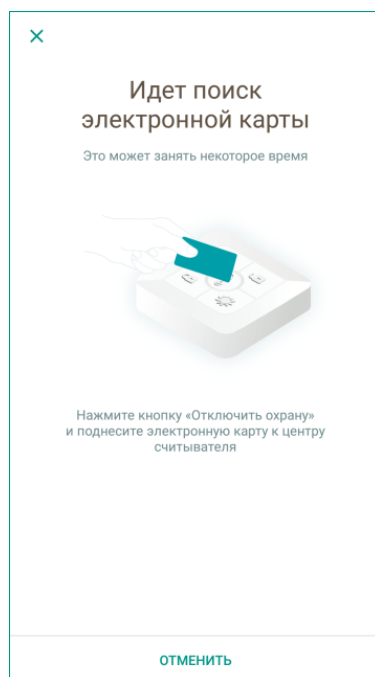
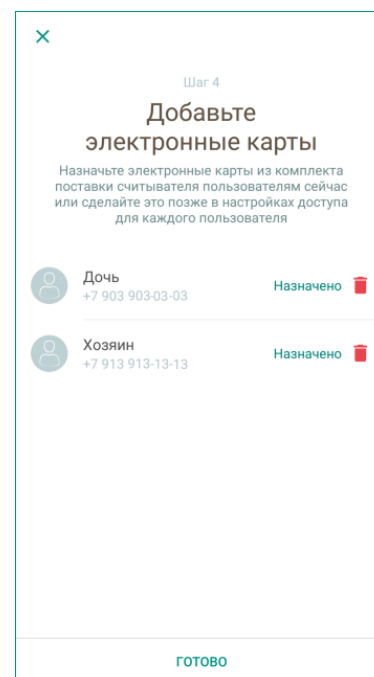

Рисунок 6.4 – Назначение RFID-меток пользователям (выполнение)
Рисунок 6.5 – Назначение RFID-меток пользователям (метки добавлены)
6. На пульте нажмите кнопку отключения охраны (4, рисунок 2.1) и поднесите назначаемую RFID-метку к центру пульта. Удерживайте RFID-метку на расстоянии не более 1 см от пульта до тех пор, пока индикатор пульта не мигнет дважды красным цветом и не прозвучит один длинный звуковой сигнал. (см. рисунок 6.4). Пульт считывает RFID-метку и назначит ее пользователю (см. рисунок 6.5).